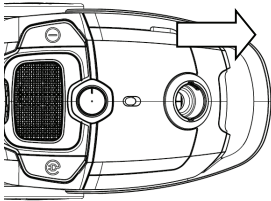

Рис. 6
Під час переміщення тримайте пилосос тільки за ручку (1) (рис. 6).